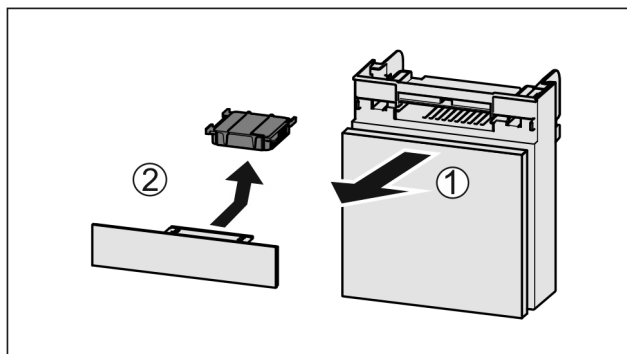

Fig. 116
- ▶ Predal izvlecite Fig. 116 (1) naprej.
- ▶ Odstranite Fig. 116 (2) aktivni ogljeni filter.